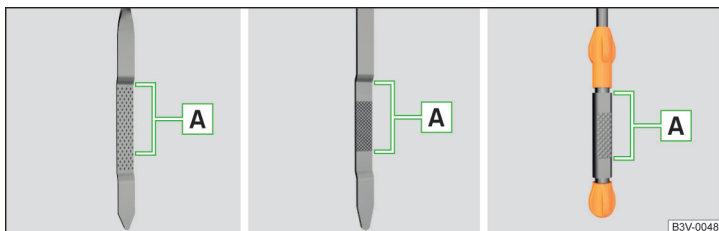

Fig. 308 Variantes de jauge de niveau d'huile
L'huile doit ensuite arriver au niveau de **A** » fig. 308 . Si le niveau d'huile est en dessous du niveau **A**, remplissez d'huile.
- Le niveau d'huile ne doit jamais être inférieur ou supérieur au niveau **A** » fig. 308 – risque d'endommagement du moteur et du système d'échappement !